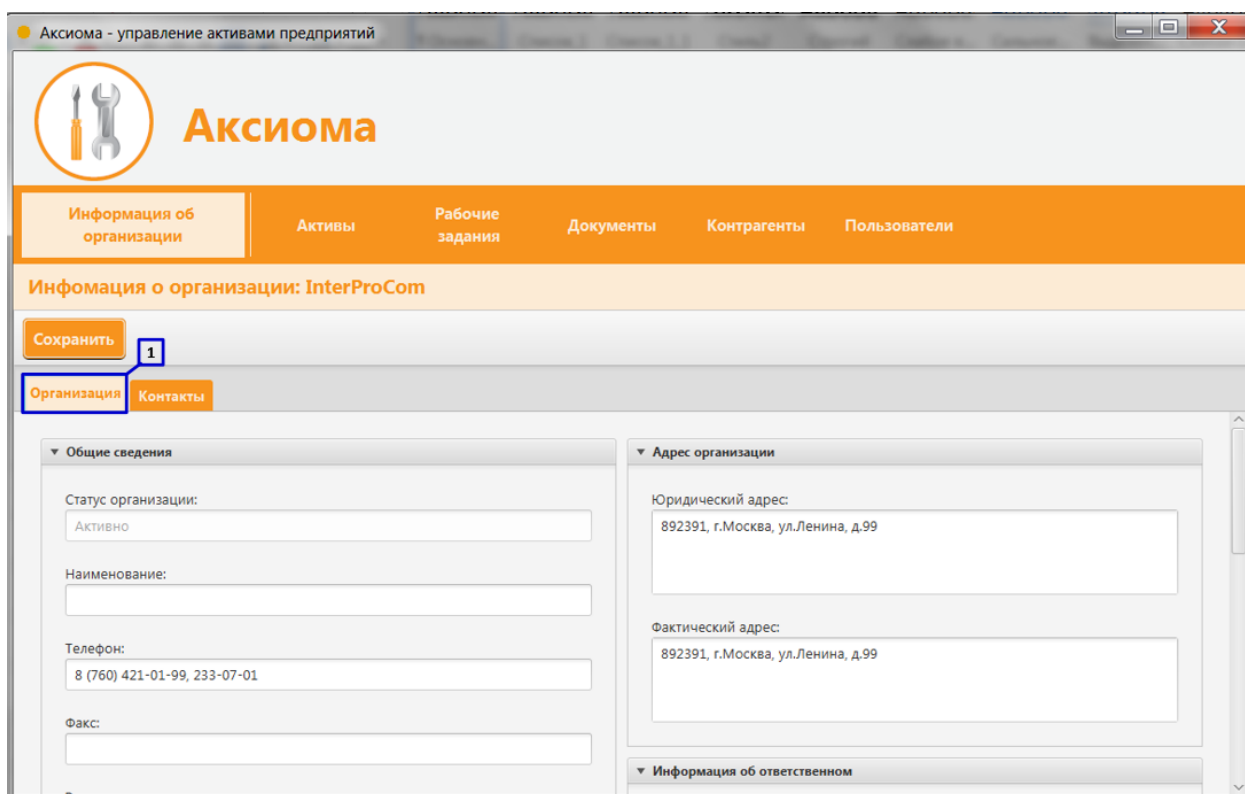

Рисунок 4. Раздел «Информация об организации» вкладка «Организация»
1. Вкладка «Организация» – отображает информацию об организации (**Рисунок 4 пункт 1**);